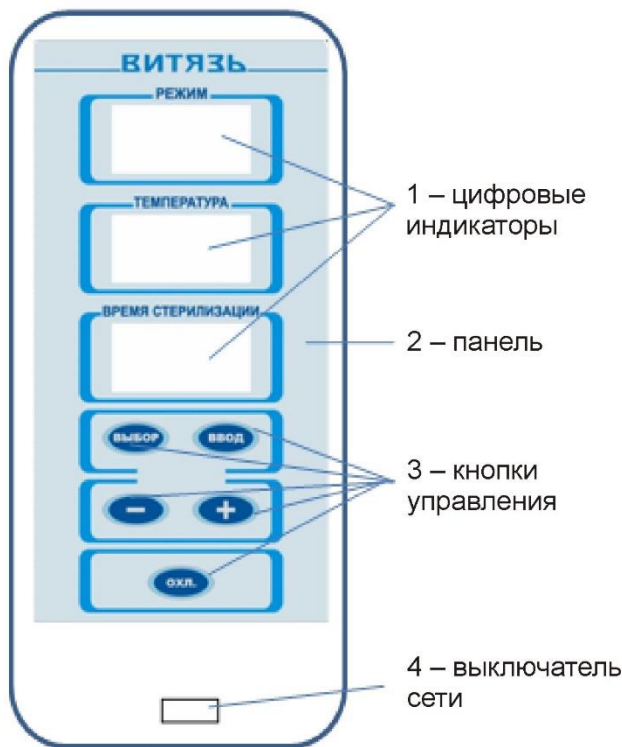

Рисунок 2
Блок управления А1 с микропроцессорным управлением предназначен для автоматического управления, регулирования, контроля процесса стерилизации, коммутации и распределения сетевого напряжения. На панель блока управления (рисунок 2) выведены следующие органы управления и индикации:
3.2.14. Отключить стерилизатор от сети выключателем **СЕТЬ** (рисунок 2).